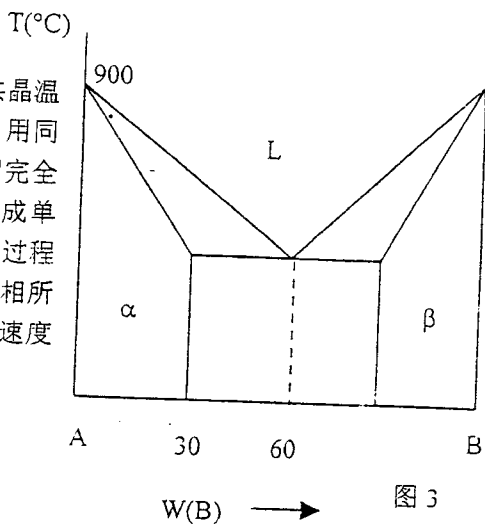

图 3
- (1) 求相邻亚晶间的位向差 θ ;
- (2) 若经再结晶后这些亚晶界在原来位置转变为大角度晶界, 且测得 OA 的晶界能为 0.8J/m^2 , 求其它两个晶界的晶界能。
7. 根据图3所示A-R 二元共晶相图(共晶温度为 600°C), 将 $w(\text{B})=10\%$ 的合金, 用同样成分的籽晶在固相无扩散、液相完全不混合的条件下进行定向凝固制成单晶, 为了保持液-固界面在整个凝固过程中处于平直状态, 试计算界面处液相所需的最小温度梯度(G)。(已知凝固速度 $R=1\text{cm/hr}$, $D=2 \times 10^{-5}\text{cm}^2/\text{s}$ 。)